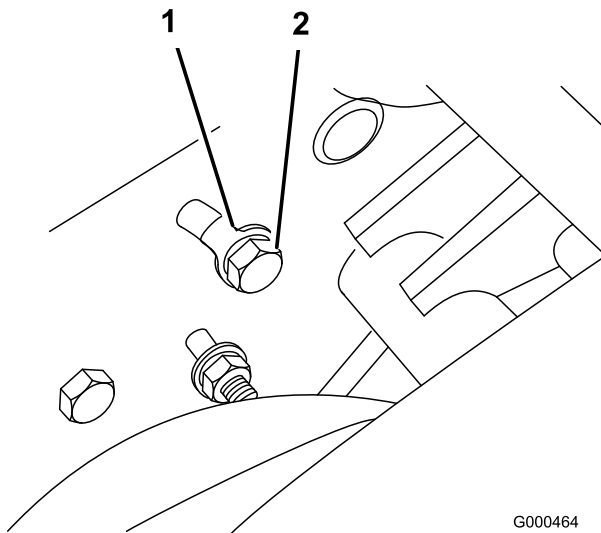

Bild 42
A. Lösen Sie an der Rückseite der Seitenplatte die Schraube, mit der die Spannscheibenhalterung an der Seitenplatte befestigt ist (Bild 42).